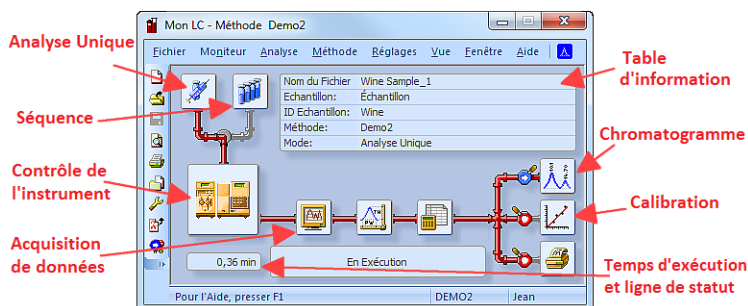

Fig 3: Fenêtre Instrument
- La fenêtre **Instrument** va s'ouvrir; **Fig 3** sur la page **12**. montre les icônes les plus importants dans cette fenêtre. Pendant le tour, nous vous présenterons toutes les fenêtres liées à ces icônes.
- Exécuter l'analyse en cliquant sur le bouton ⑦ *Exécuter*. Le dialogue d'**Analyse Unique** va maintenant se fermer, mais si vous l'ouvrez à nouveau vous verrez trois boutons accessibles en plus (*Stop*, *Abandon*, *Aperçu*), vous permettant d'arrêter ou d'abandonner l'analyse ou de faire des copies d'écran (voir le chapitre "**Fenêtre Acquisition de Données**" sur la page 15.).
- Dans la fenêtre **Instrument**, regarder la *ligne Statut* (voir **Fig 3** sur la page 12.). L'acquisition est désormais signalée par l'état **EN EXÉCUTION** et le temps d'exécution réel y est indiqué.
- Pour voir l'acquisition de données en cours et éventuellement la contrôler, utiliser l'icône **Acquisition de Données**  (voir **Fig 3** sur la page 12.) pour ouvrir la fenêtre **Acquisition de Données**.
- Dans la fenêtre **Acquisition de Données** deux signaux peuvent être vus. Ceci est dû au réglage de l'analyse en tant qu'analyse à deux détecteurs **①**.